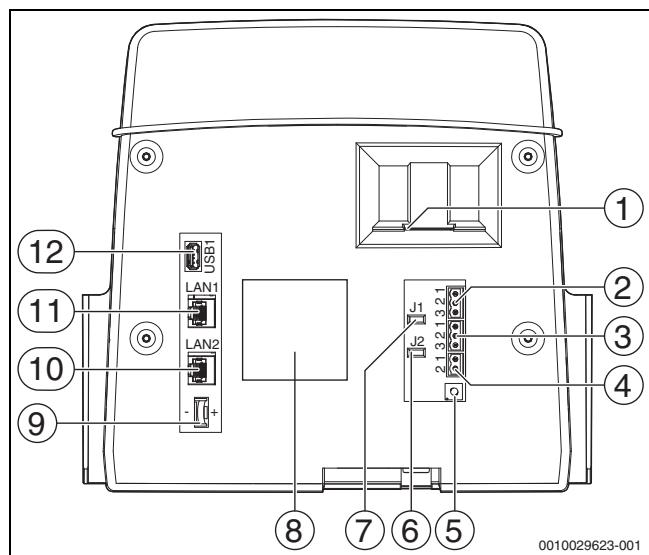

Bild 4 Anschlüsse Bedieneinheit
- Auf der Rückseite der Bedieneinheit an den Anschlussklemmen EMS (→ Bild 4, [4], Seite 9) mit
Für Wärmeerzeuger (z. B. BHKW), die über den Modbus-RTU angeschlossen werden (→ Bild 4, [3], Seite 9):
- ▶ BHKW am Anschluss Modbus-RTU (→ Bild 4, [3], Seite 9) anschließen.
Der Abschlusswiderstand (J2) (→ Bild 4, [6], Seite 9) ist im Auslieferungszustand geschlossen (gesteckt = aktiviert).